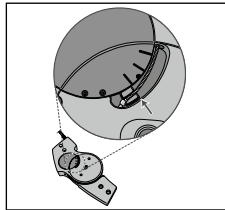

Fig. 5
3. Après avoir enlevé la plaque de couverture, vérifiez si la partie supérieure de la pipette (avec le câble du satellite) est parallèle avec les trois bandes inférieures de l'unité fonctionnelle (Voir Fig. 5).
12. Vérifiez à nouveau la position correcte (mode 3) du levier dans l'unité fonctionnelle de l'articulation (Voir Fig. 5).